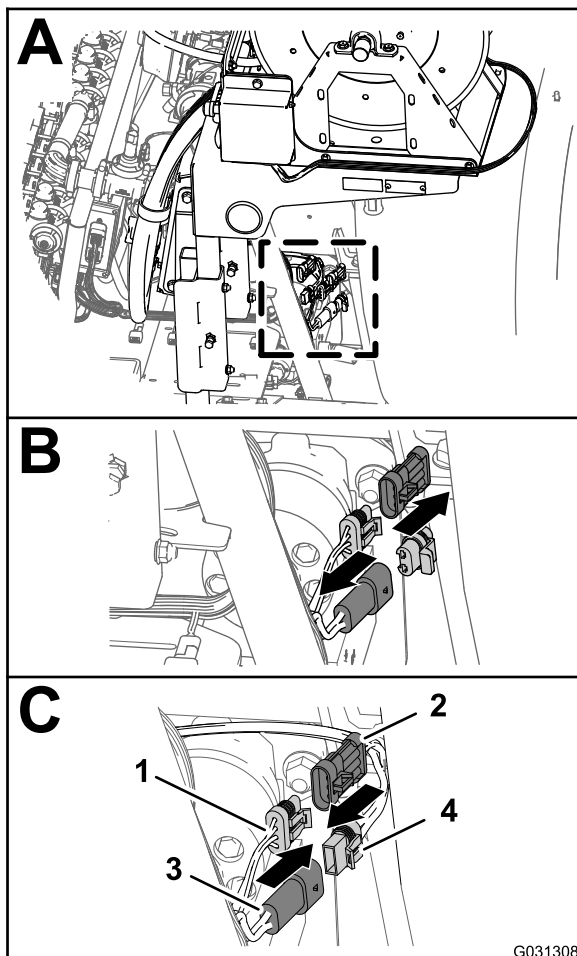

Figure 171
1. À l'arrière de la machine, localisez le faisceau de câblage du kit dévidoir électrique situé à l'arrière de la cuve du pulvérisateur (Figure 171).
- Enlevez l'obturateur du connecteur à 2 broches du faisceau principal arrière associé à l'alimentation du dévidoir (Figure 171).
- Branchez le connecteur à 2 douilles du faisceau associé au dévidoir électrique au connecteur à 2 broches du faisceau principal arrière (Figure 171).
- Enlevez l'obturateur du connecteur à 3 douilles du faisceau principal arrière associé à l'interconnexion du faisceau de pulvérisation (Figure 171).
- Branchez le connecteur à 3 broches du faisceau associé au dévidoir électrique au connecteur à 3 douilles du faisceau principal arrière (Figure 171).